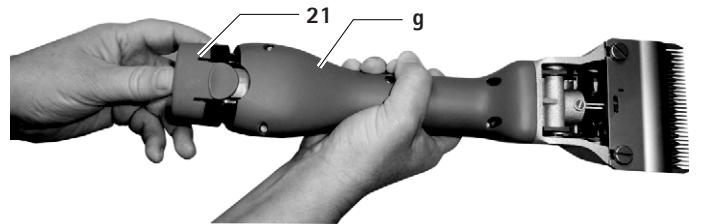

Fig. 2
- ▶ Scoateți acumulatorul Li-Ion 21, încărcăți-l și/sau introduceți un acumulator Li-Ion GT641 (3INR19/66-1) de rezervă încărcat în mașina de tuns cu acumulator **g**, vezi Fig. 2.